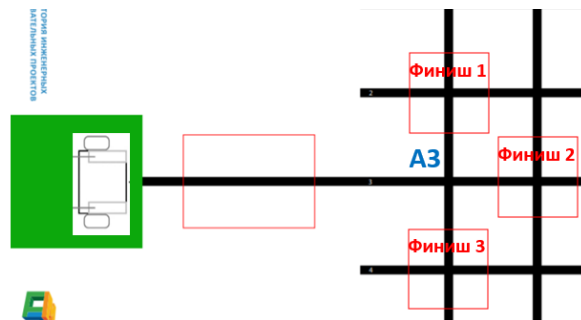

Рис. 3
Робот стартует из зеленой зоны (см. рис. 3). После запуска программы, с помощью кнопок или датчиков касания, вводится число от 1 до 3 (определяется жеребьевкой), которое определяет номер зоны финиша робота. Введенное число надо вывести на экран (в консоль). Продолжение программы после команды судьи. Робот должен начать движение по черной линии и остановиться на перекрестке в заданной зоне финиша.
2. Пластина 2x10 – 1шт. и балка с шипами 1x4 – 4 шт. (смотрите рис. 3).